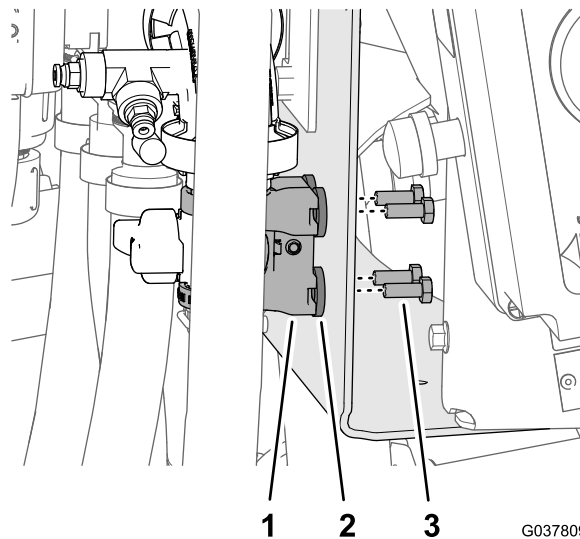

Рисунок 92
4. Установите нейлоновый кронштейн и шайбы на крепление клапана с помощью 4 болтов (6 x 16 мм), как показано на Рисунок 92.